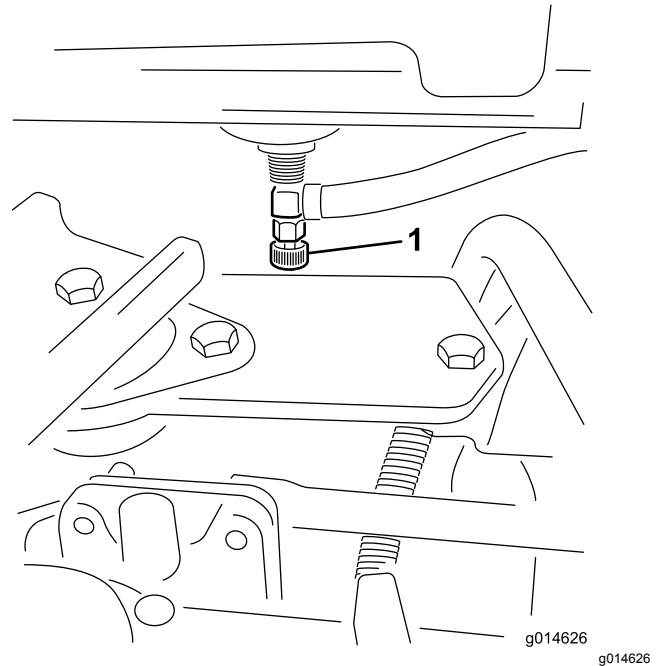

Figura 45
1. Feche a válvula de bloqueio do combustível (Figura 45) por baixo do depósito de combustível.